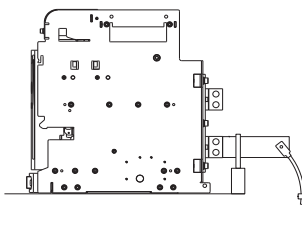

Рис. 1
- Удлиненные выводы должны иметь изолированную опору, а кабель должен быть закреплён на твердой поверхности (рис. 1).